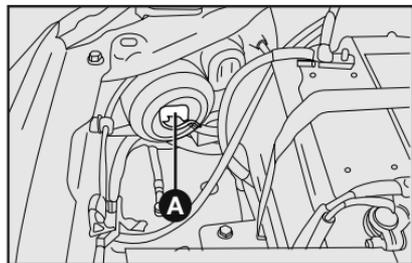
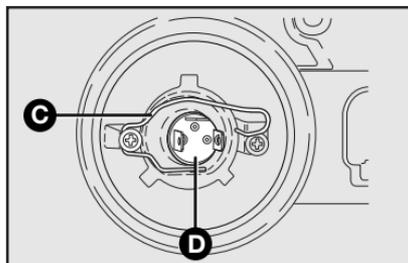

fig. 33
fig. 35
- 1) soltar el conector **A-fig. 33** de alimentación de la lámpara;
- 3) quitar el portalámparas **D-fig. 35** presionando la presilla **C-fig. 35** y abriéndola lateralmente;
- 6) reenganchar la presilla de fijación **C-fig. 35**, colocando por último la tapa plástica **B-fig. 33**;
- 7) recolocar el conector **A-fig. 33**.